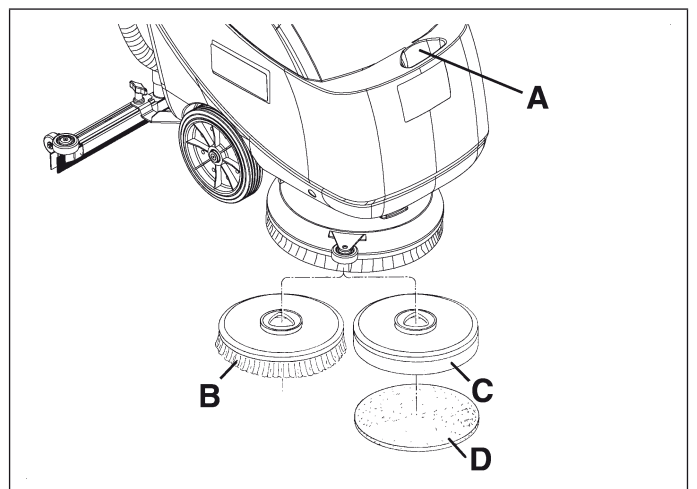

Figure 11
2. Rellenar el depósito de la solución detergente (A, Fig. 11) con un detergente adecuado. No llenar completamente el depósito de la solución detergente, dejar unos centímetros del borde. Seguir las instrucciones indicadas en la etiqueta para la dilución del producto químico utilizado para componer la solución detergente. La temperatura de la solución detergente no debe superar los 100°F (40°C).
En la máquina pueden instalarse tanto el cepillo (B, Fig. 11) como el portafiltro (C) con filtro (D), según el tipo de tratamiento de efectuar sobre el suelo.
5. Posicionar el cepillo (B, Fig. 11), o el portafiltro (C) con filtro (D), bajo de la cobertura.